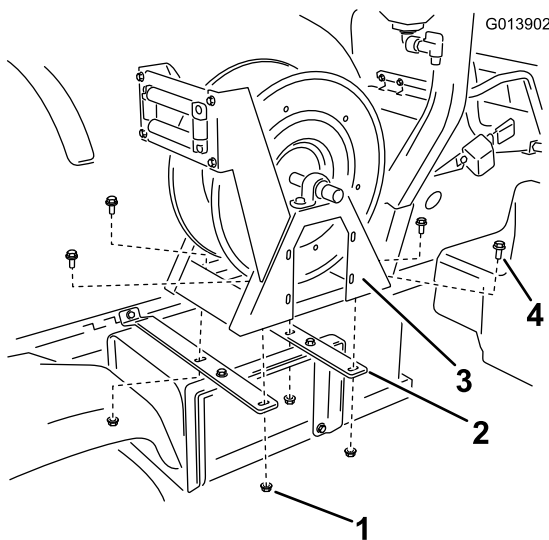

Figura 10
5. Fixe o conjunto da bobina de tubagem às cintas da bobina de tubagem (Figura 10) utilizando 4 pernos com cabeça de flange (3/8 x 1 polegada) e 4 porcas flangeadas (3/8 polegada).